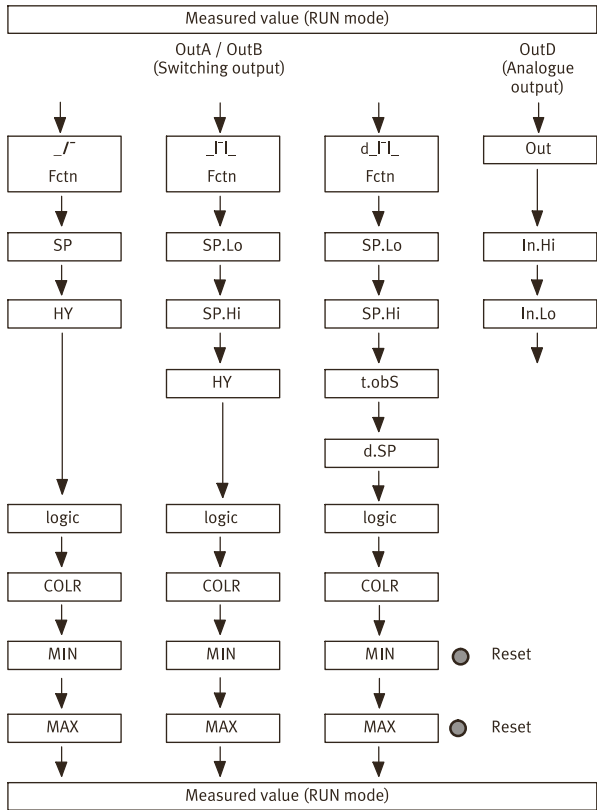

Fig. 5
- Durch erneutes Drücken der A-Taste wird der jeweils folgende Parameter angezeigt → Fig.5. Am Ende werden die min. und max. Werte angezeigt. Diese kann man mit der Edit-Taste zurücksetzen.
- Durch erneutes Drücken der B-Taste wird der jeweils folgende Parameter angezeigt → Fig.5.
| Legende zu → Fig.5 |  |
- Punkt 4. und 5. wiederholen, bis alle Parameter eingestellt sind → Fig.5.